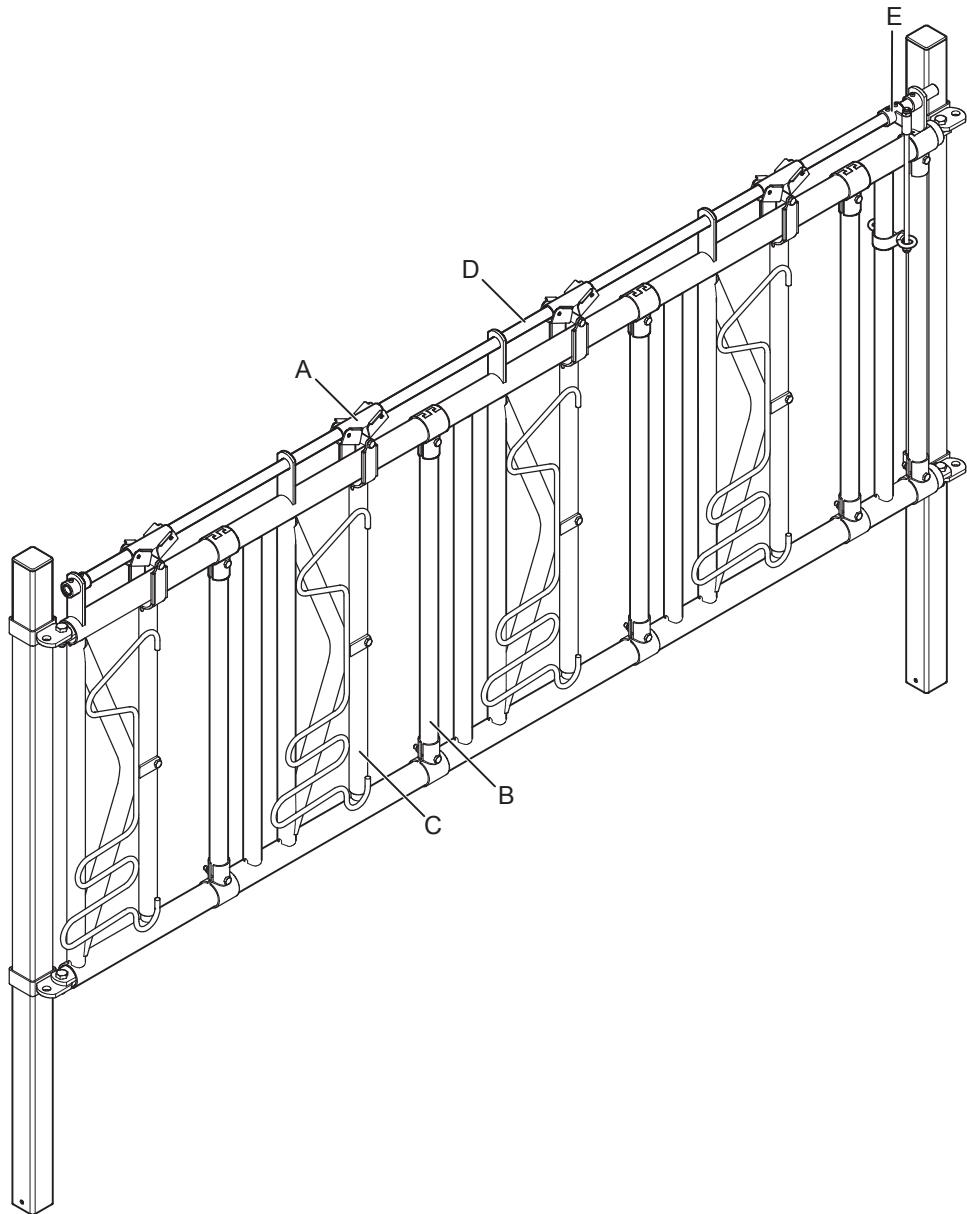

Fig. 11: Montering av HLS50.
- En standardversjon der låseinnretningen (A), det justerbare røret (B), det dreibare røret (C), kontrollrøret (D) og kontrollenheten (E) må monteres på gården. Kontrollrøret (D) og kontrollenheten (E) må bestilles separat (se Fig. 11).
- En montert versjon der alle delene, inkludert kontrollrøret (D) og kontrollenheten (E), monteres på fabrikken (se Fig. 11).